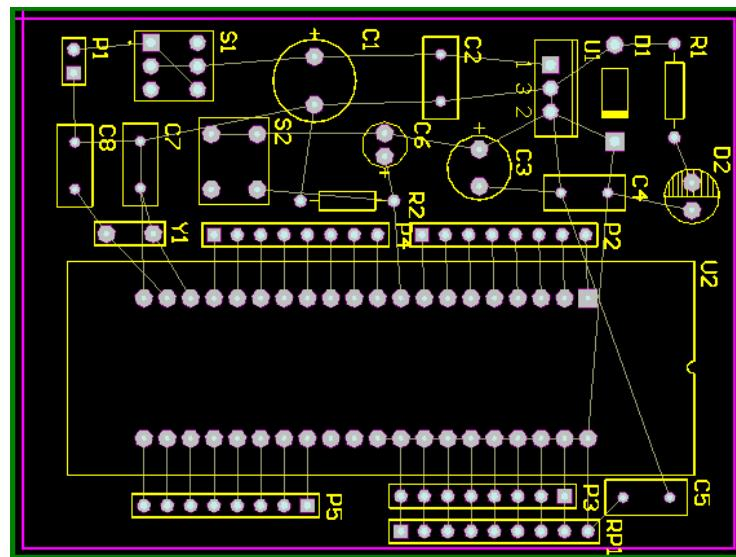

图 6-6.70 布局完成的 PCB
**Step3:** 元件布局后的 PCB 如图 6-6.70 所示。